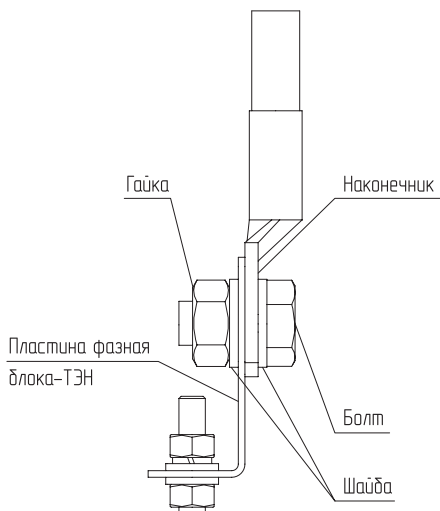

Рис. 6 Присоединение проводов к выводам блок ТЭН
- При замене блока ТЭН присоединение фазных проводов к выводам блока ТЭН производить согласно **Рис. 6**;
- Провод нейтрали «N» подключить на перемычку блока ТЭН (**Рис. 6**).